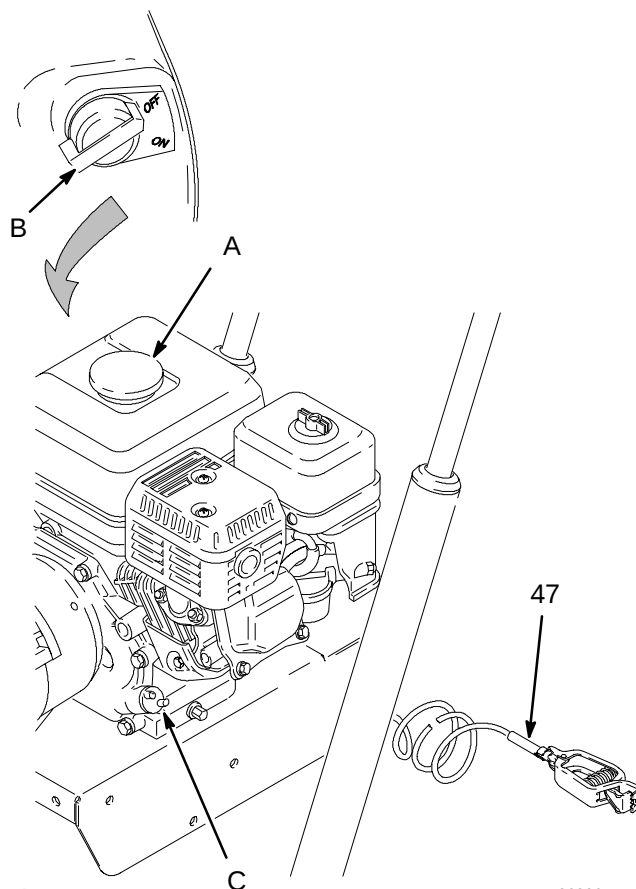

Fig. 3
5. **Compruebe el nivel de aceite del motor.** Consulte el manual del motor Honda suministrado. Esto es sólo un resumen de la información: quite uno de los tapones de llenado de aceite (C). El aceite casi debe rebosar. Vea la Fig. 3. Añada aceite si fuera necesario.